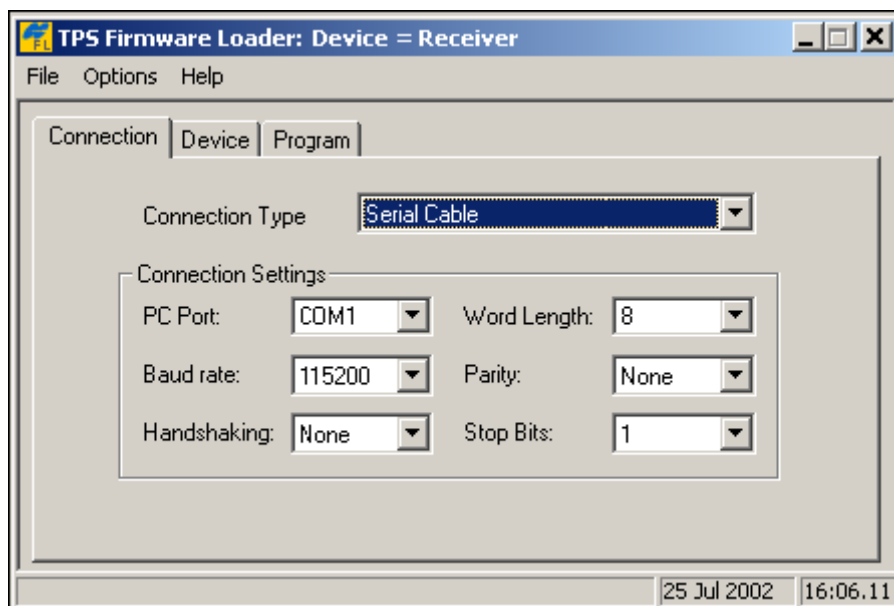

Рисунок 5-18. Главное окно FLoader
4. Во вкладке *Connection (Соединение)* выберите последовательный порт на компьютере, к которому подстыкован кабель связи с приемником и выберите скорость передачи данных (обычно 115200 Бод), см. рис. 5-18 на стр. 5-17.